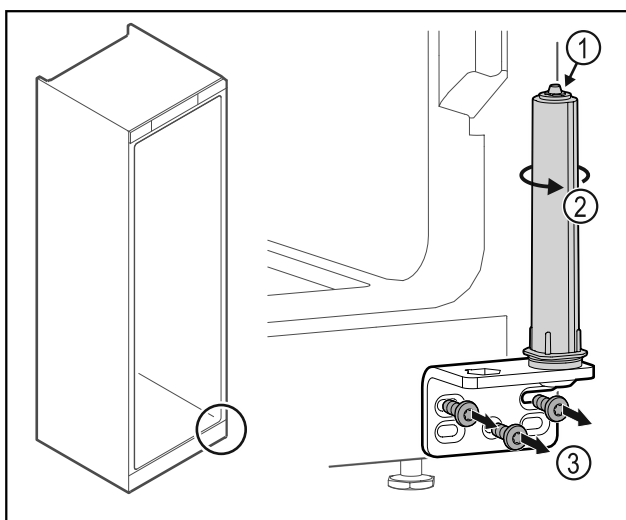

Fig. 38
- Türschließsystem Fig. 38 (1) nicht zerlegen.
- Schließsystem Fig. 38 (2) drehen, bis es klickt.
- Scharnierwinkel abschrauben Fig. 38 (3).